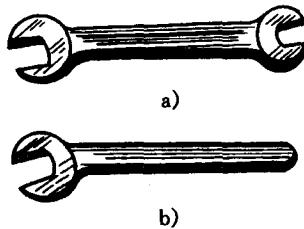

图 1-3 呆扳手
2. 呆扳手 呆扳手按其结构特点分为单头和双头两种，见图 1-3。呆扳手的用途与活扳手相同，只是其开口宽度是固定的，